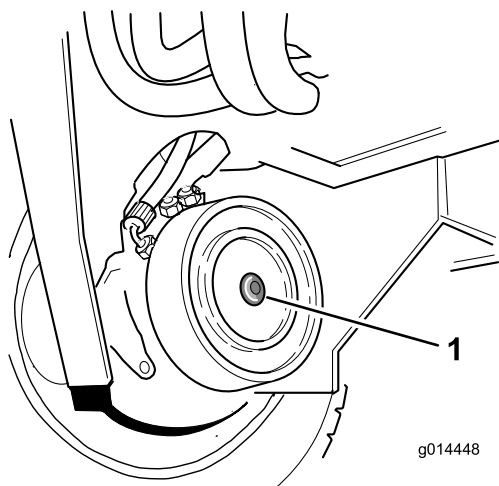

Figura 44
2. Identificate il gruppo freno a disco anteriore destro e rimuovete il tappo esagonale (Figura 44).